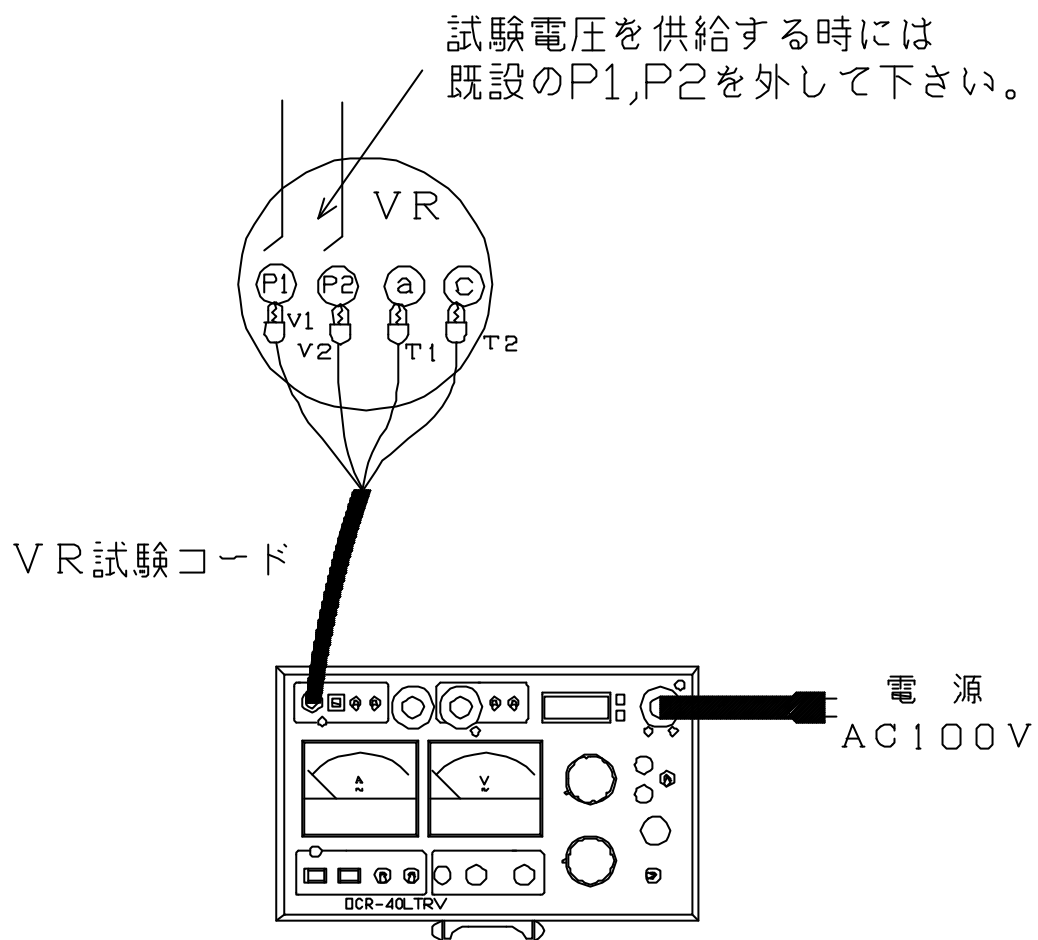

図 15 : OVR,UVRの試験 (停電状態)
- 5 . 以上のような点を注意し、試験回路を構成します。(図15)